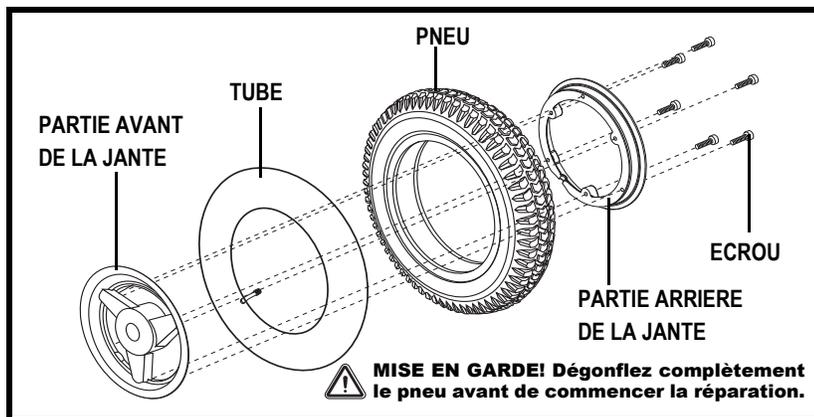

Figure 25. Roue motrice démontée
6. Retirez les vis d'assemblage de la jante pour en séparer les deux parties. **Voir la figure 25.**